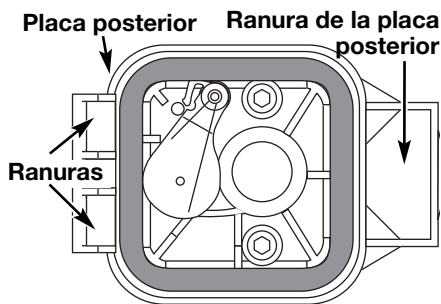

Fig. 36
6. Vuelva a colocar el filtro (Fig. 36).
7. Vuelva a instalar la cubierta del filtro de aire. Coloque los ganchos del lado izquierdo de la cubierta del filtro de aire en las ranuras del lado izquierdo de la placa posterior (Fig. 36).